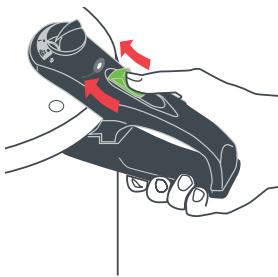

Fig.6
Botão de abertura (4). Para abrir a tampa, deslizar o botão de abertura **PARA A FRENTE (EM DIREÇÃO AO INDICADOR DE PRESSÃO)**, tal como se indica na Fig 6. Se não fechar a tampa corretamente, o botão de abertura não se move. Inclusive, se colocar a panela no fogo, o vapor começará a libertar-se.